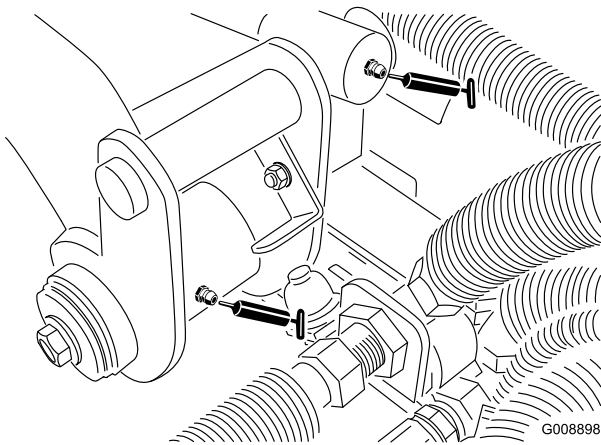

Figura 33
- Pivote y cilindro de elevación del brazo de elevación trasero (2) (Figura 33)